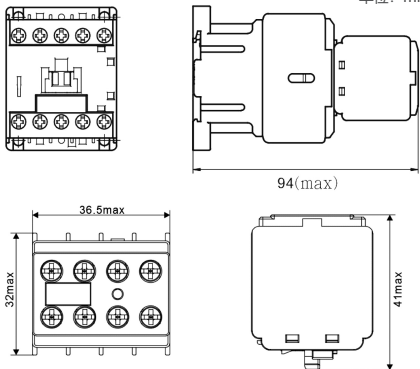

图1 F8辅助触头组安装尺寸与外形尺寸
2.1 F8辅助触头组配挂NC8-06M~12M系列交流接触器安装尺寸与外形尺寸，见图1。型号、规格、重量见箱贴。